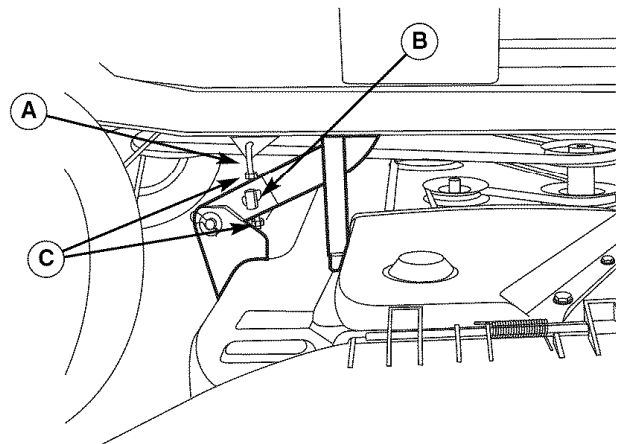

Figura 37. Ajuste de un Lado a Otro
6. Vea la Figura 37. El nivelado de un lado a otro se logra usando las varillas roscadas (A) y el muñón (B) en la parte posterior derecha e izquierda de la cubierta de la segadora. Afloje las contratuercas (C) y ajústelas hacia arriba o hacia abajo para ajustar el nivel de la segadora. Cuando termine, apriete las contratuercas unas con otras para sujetar el ajuste en su lugar.